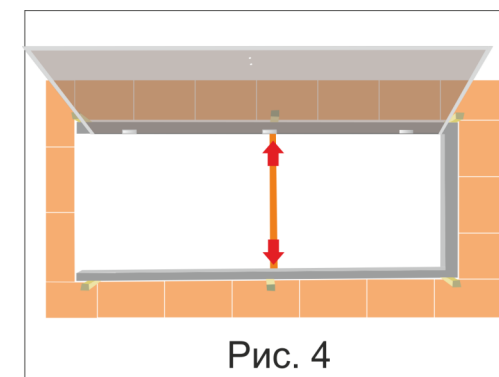

Рис. 4
10. Установите монтажные распорки на коробке (рис.4) и заполните пространство между стеной и коробкой монтажной пеной. После затвердения пены снимите монтажные распорки.